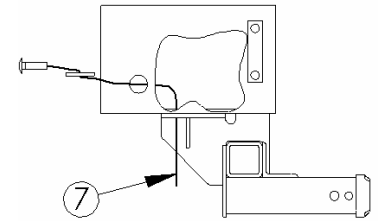

Figura 3
6. Use un cable de halar (7) para introducir un espaciador (4) y un perno de carruaje (3) en cada uno de los cuatro orificios perforados como se muestra en la **Figura 3**.
7. Coloque los pernos de carruaje en su lugar con las arandelas cónicas (5) y las tuercas hexagonales (6). Apriete todas las tuercas con una llave de torsión.